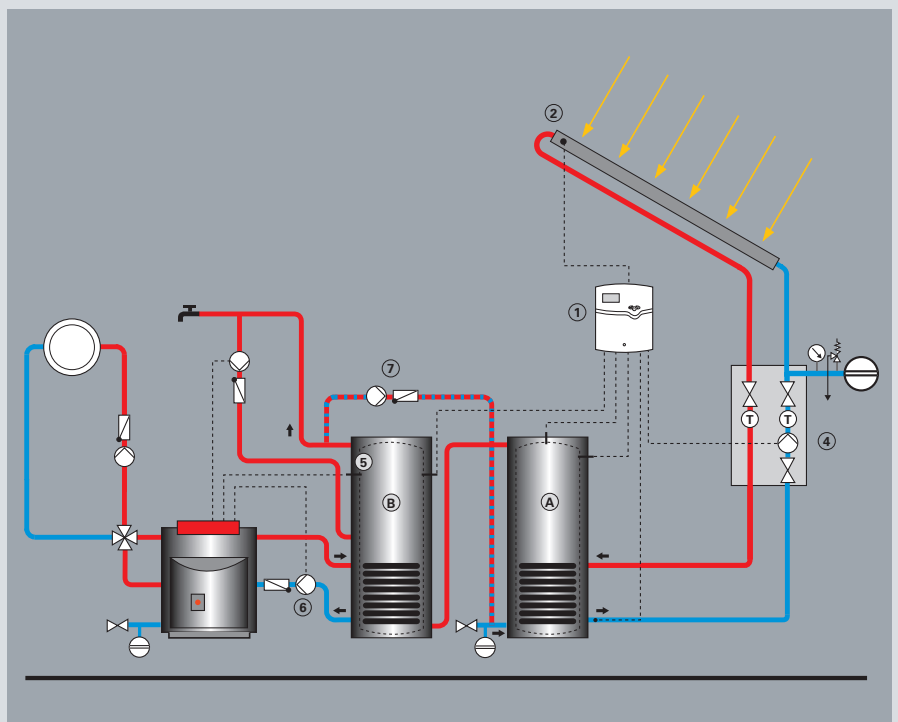

Fig. 30 : Production d'eau chaude sanitaire deux énergies avec des capteurs solaires et deux préparateurs d'eau chaude sanitaire
### **Installation solaire équipée de deux préparateurs (fig. 30)**
Le préparateur d'eau chaude sanitaire (B) est, comme dans la figure 30, alimenté par la chaudière dès que la température de stockage est inférieure à la consigne réglée sur la sonde eau chaude sanitaire (5).